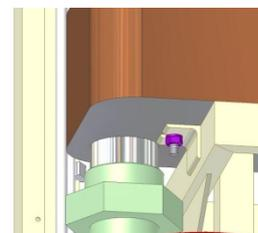

Рис. 6.2-3.
2. Открутите гайку М8 в нижней части теплообменника (обозначена фиолетовым цветом на рис. 6.2-3).